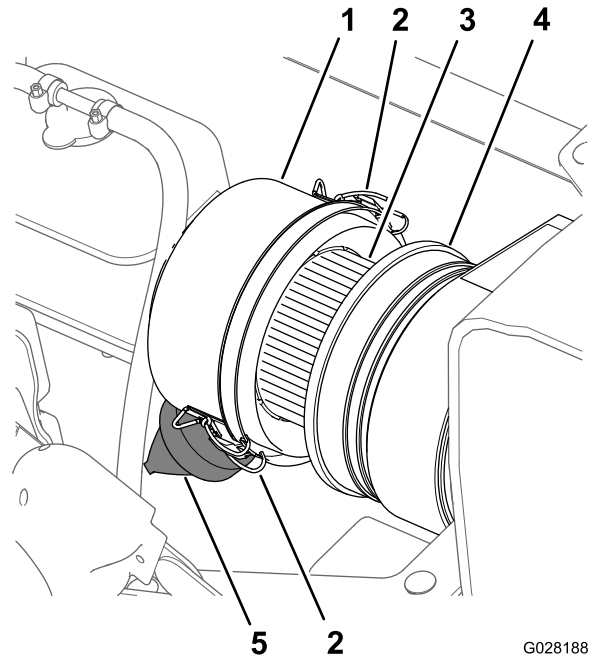
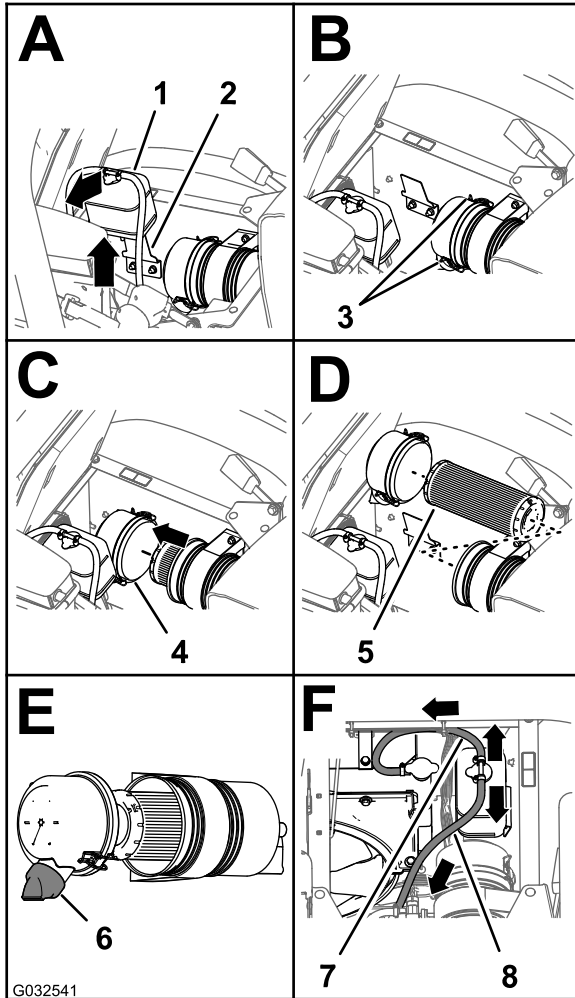

图 67
图 68
3. 清洁防尘盖和空气滤清器壳体图 67。
4. 检查空气滤清器壳体是否存在可能导致空气泄漏的损坏图 67。
5. 挤压防尘阀清除污物、灰尘和杂物(图 67)。
7. 检查空气滤清器滤芯是否积聚了过多灰尘、污物和杂物图 67。
8. 将防尘盖安装到空气滤清器壳体上使用 2 个搭扣固定防尘盖图 67。
2. 清洁防尘盖和空气滤清器壳体图 67。
3. 向上提起冷却液溢流罐并将其移离溢流罐支撑架图 68。
4. 松开将防尘盖固定至空气滤清器壳体的 2 个搭扣图 68。
6. 用湿抹布将防尘盖、空气滤清器壳体和防尘阀内部擦拭干净图 67 和图 68。
7. 将空气滤清器滤芯插入空气滤清器的壳体图 68。
8. 将防尘盖安装到空气滤清器壳体上使用 2 个搭扣固定防尘盖图 68。
注意 确保从尾端看时防尘阀在 57 点钟位置是对齐的图 68。
9. 将冷却液溢流罐与溢流罐支撑架对齐稳固放置溢流罐图 68。
重要事项 确保压力释放软管向前下方伸出溢流罐通风软管向后方伸出如图 68 所示。